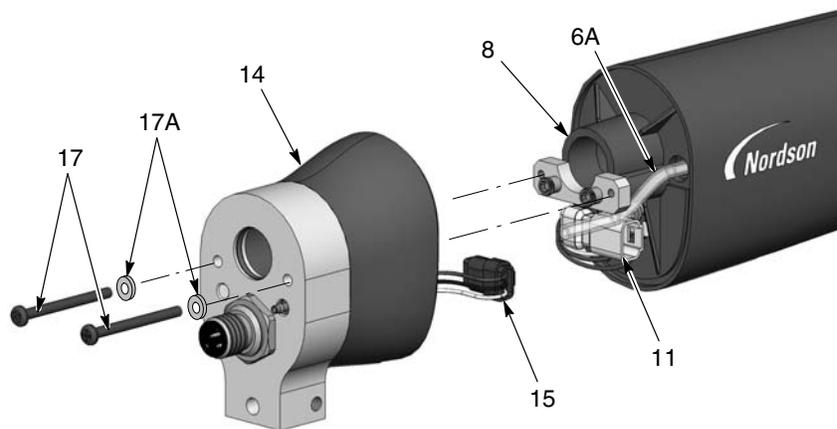

Figura 7-12 Desmontagem de pistola com barra de suporte 1 de 3
2. Consulte a figura 7-12. Retire os dois parafuso de sextavado interior (17) e as anilhas de segurança (17A) do conjunto da parte traseira do corpo (14).
3. Puxe cuidadosamente o conjunto da parte traseira do corpo para fora da divisória (8) o suficiente para desligar a cablagem de alimentação de corrente (11) da cablagem da tomada (15) e para desligar o tubo do conjunto de filtro (10) da união estriada no interior do conjunto da parte traseira do corpo.